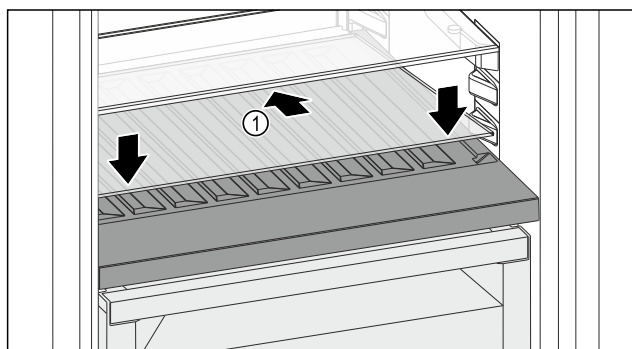

Fig. 142
- Posizionare il ripiano di vetro Fig. 142 (1) inclinato indietro e verso il basso.
- Abbassare la parte anteriore del ripiano di vetro Fig. 142 (1).